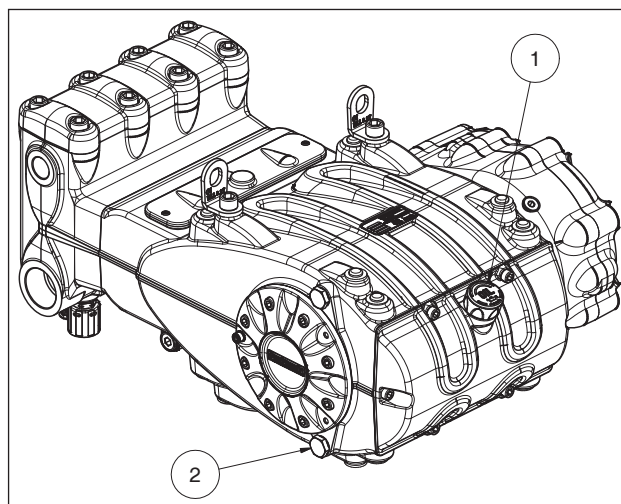

Fig. 3
Contrôler le niveau d'huile à travers le bouchon et la jauge présentant des repères de niveau minimum et maximum ①, Fig. 3. Si nécessaire, faire l'appoint pour rétablir le bon niveau. Pour procéder correctement au contrôle du niveau de l'huile, la pompe doit être à la température ambiante.
Procéder à la vidange de l'huile lorsque la pompe est à la température de service ; enlever le bouchon rep. ②, Fig. 3. Procéder au contrôle de l'huile et à la vidange comme indiqué au chapitre 11.
Prédisposer le système de manière que la température de l'huile ne dépasse jamais les **115 °C** (239°F) pendant le fonctionnement de la pompe. Enfiler une sonde de température dans le bouchon de vidange d'huile, rep. ② Fig. 3. Voir manuel « PROTECTION ANTIDÉFLAGRANTE ATEX ».